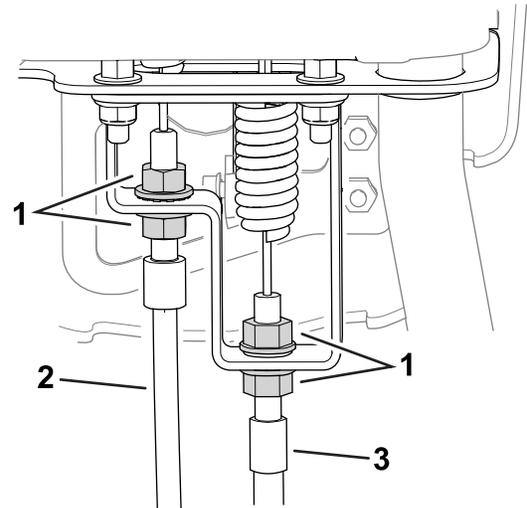

Figure 50
2. Au niveau de la traversée du panneau de commande, desserrez le câble de commande du cylindre pour détendre le câble (Figure 50).